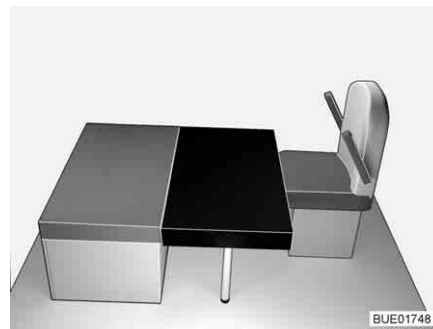

Fig. 114 Después de la transformación
- Colocar el cojín adicional cuadrangular en la mesa (delante del cojín del asiento del banco, véase Fig. 114). En esto, el recorte en el cojín adicional se encuentra en la pared de apoyo delantera.